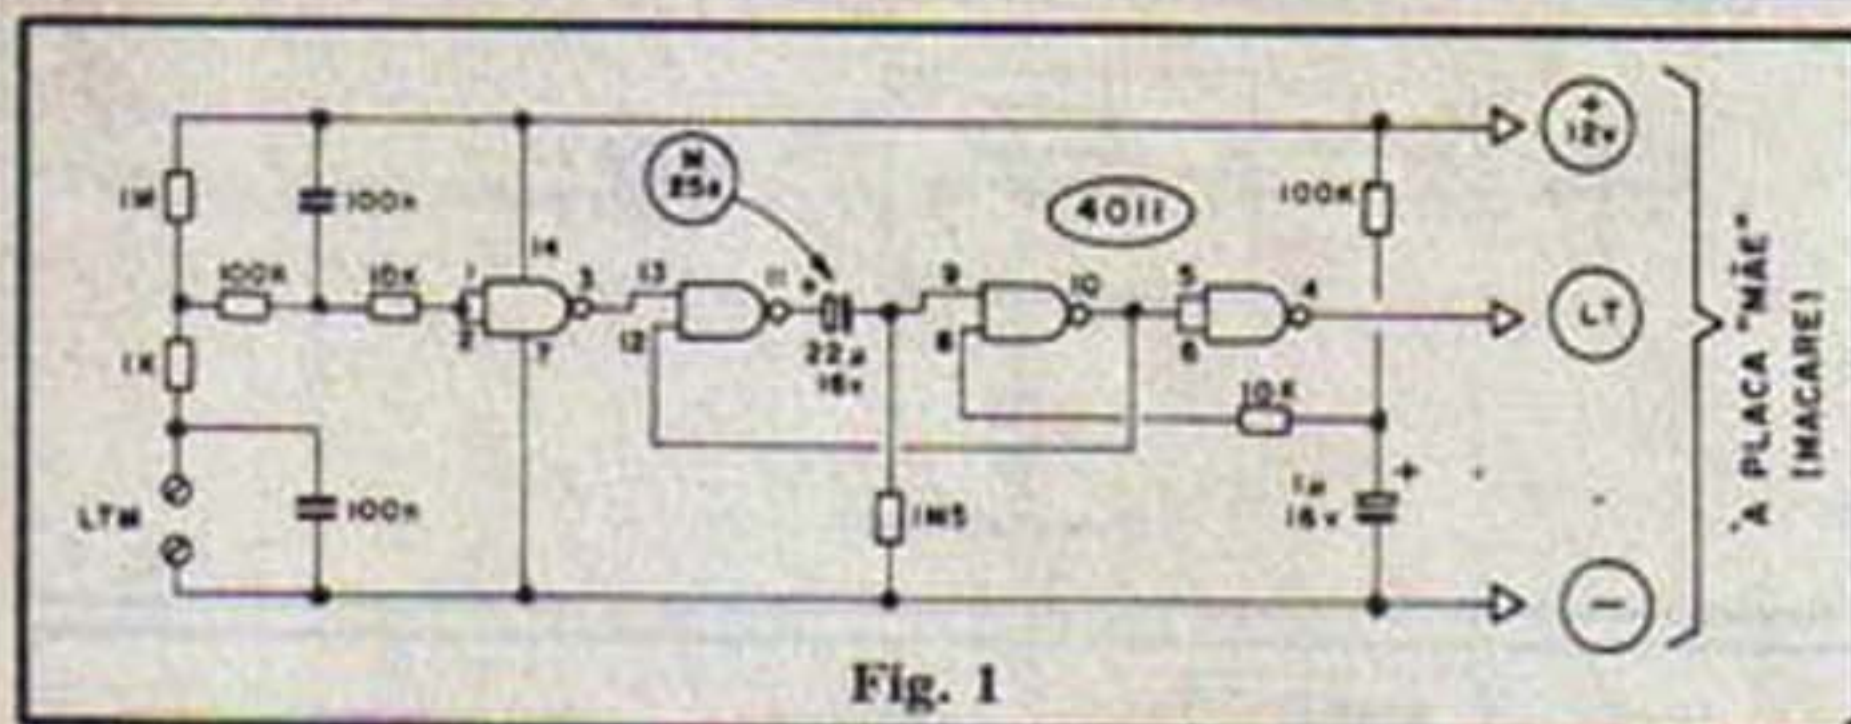

Fig. 1
- FIG. 1 - Diagrama esquemático
porcionada pela "carência" de Saída (de 90 a 100 segundos, no original...), representada no gráfico 7-A pela marca (TS) a duração da memória tem que ser forçosamente **menor** do que a temporização de Saída... É por tal razão que escolhemos o tempo TM na casa de 22 a 25 segundos, uma condição confortavelmente **intermediária** entre o TS (90 a 100 segundos) e o TE (10 segundos), preservando assim todas as características desejáveis da MACARE original e, ao mesmo tempo, acrescentando a segurança da memorização **também** na Entrada Temporizadora! O Leitor/Hobbysta mais "avançadinho" e que gosta de modificar as coisas de acordo com suas idéias e necessidades, deve lembrar **sempre** que o TM **tem** que apresentar um valor **intermediário** entre o TE e o TS e que, simultaneamente, deve ser "tão longe" do TS quanto for possível, caso contrário "sobrará" muito tempo de "carência real" para a efetiva **saída** do usuário da casa, após o instante de "ligamento" da MACARE/MOMELT! Re-olhando a figura 1 - pág. 15 - APE12 (esquema da MACARE) e observando a fig. 1 do presente MOMELT, ter sempre em conta que os capacitores eletrolíticos responsáveis pelas diversas temporizações estão, em todos os casos, nitidamente indicados, e a **razão** das ditas temporizações